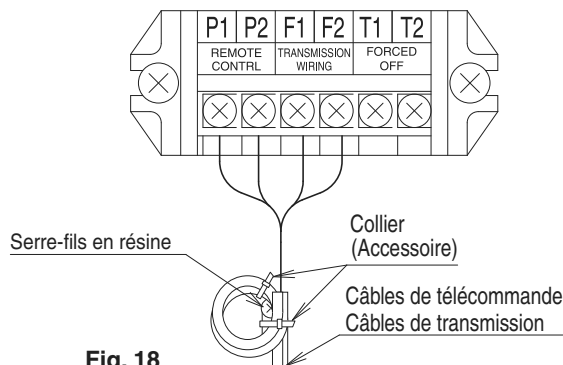

Fig. 18
- Retirez le couvercle de la boîte de commande et raccordez les câbles comme indiqué sur la figure ci-dessous. (Reportez-vous à la Fig. 17 et Fig. 18)
- Insérez les câbles de télécommande, les câbles de transmission et le câble de commande informatisée dans le boîtier de commande par le trou de passage des câbles et raccordez-les aux bornes du bornier X3M. Après les avoir raccordés, assurez-les avec les serre-fils fournis. (**Reportez-vous à la Fig. 18**)